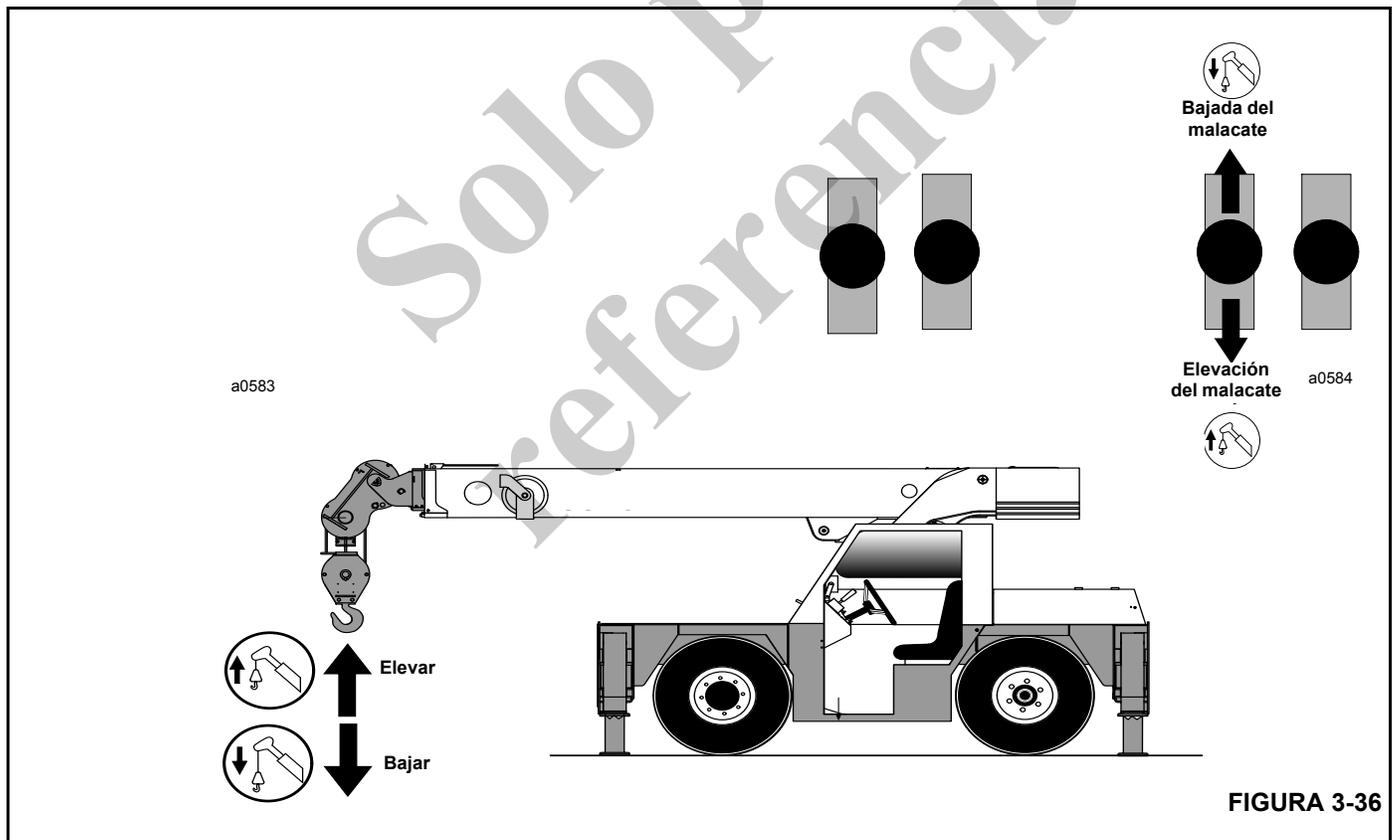

FIGURA 3-36
2. Tire de la palanca de control del malacate (Figura 3-36) lentamente hacia atrás hasta obtener la velocidad de elevación deseada. Entre más se mueva la palanca de control hacia atrás, más rápido se elevará el bloque de gancho.
2. Empuje la palanca de control del malacate (Figura 3-36) lentamente hacia adelante hasta obtener la velocidad de bajada deseada. Entre más se empuje el control hacia adelante, más rápido se bajará el bloque de gancho.